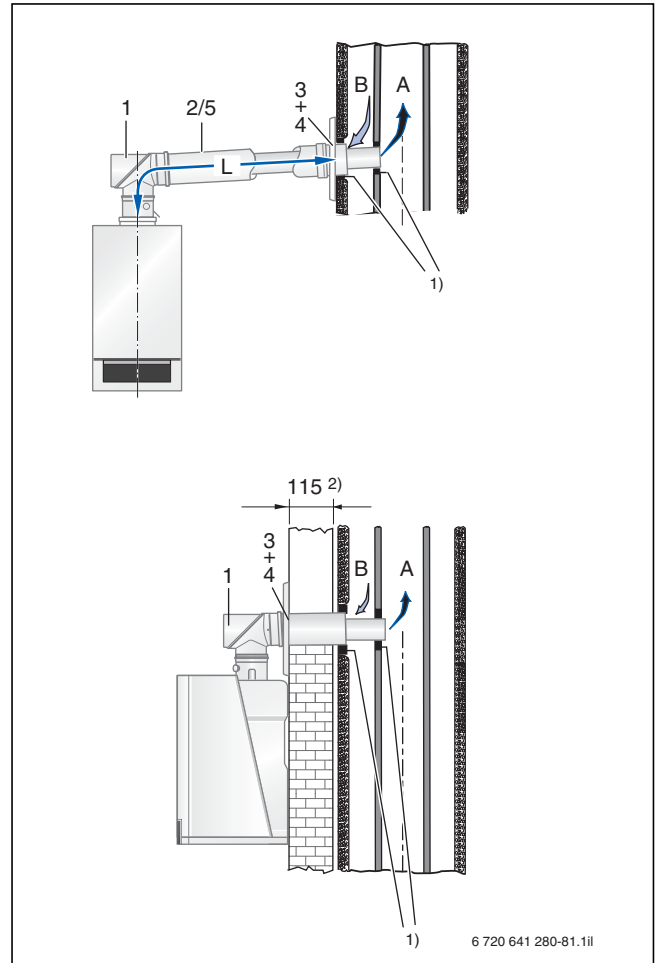

Bild 119 Montagevarianten (Maße in mm)
Bei der Montage der Gas-Brennwertgeräte Logamax plus GB182i (K) direkt an den Schornstein ist eine Vormauerung mit einer Mindestwandstärke von 11,5 cm vorgeschrieben (→ Bild 119).